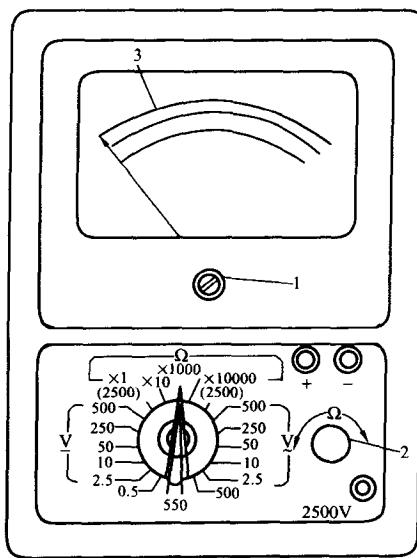

图 1-1 万用表的面板图
(1) 指针式万用表的结构。指针式万用表主要由表头、测量线路和转换开关三部分组成。表头用以指示被测量的数值，测量线路用来把各种被测量转换到适合表头测量的直流微小电流，转换开关实现对不同测量线路的选择，以适应各种测量要求。指针式万用表的外形可以做成便携式或袖珍式，将刻度盘、转换开关、调零旋钮以及接线柱（或插孔）装在面板上，各种型式的万用表外形布置不尽相同，国产 MF25 型万用表外形如图 1-1 所示。
(2) 指针式万用表的正确使用要点如下：